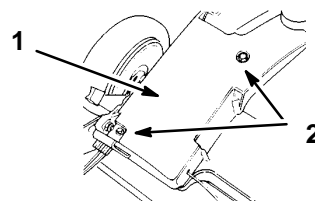

Figure 14
1. Moteur éteint, retirer les deux boulons de fixation du carter de courroie (Fig. 14) et déposer le carter de courroie.